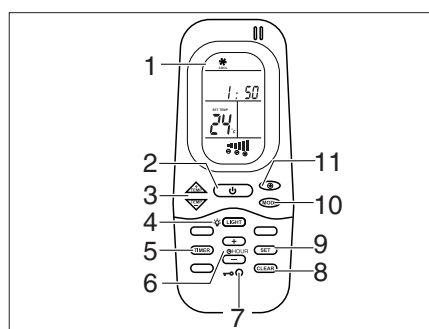
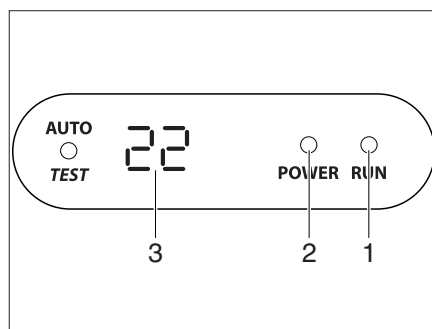

Fig. 118 Telecomando
Fig. 119 Display sul diffusore
L'impianto di climatizzazione si trova sul tetto del veicolo. Il telecomando (Fig. 118) dell'impianto di climatizzazione si trova nell zona cucina.
- Collegare il veicolo all'alimentazione a 230 V. L'impianto di climatizzazione è pronto a funzionare. Il LED (Fig. 119,2) sul display del diffusore si accende in rosso.
- Per attivare, premere il tasto di accensione/spegnimento (Fig. 118,2) del telecomando. Il LED (Fig. 119,1) è acceso in verde quando l'impianto di climatizzazione funziona in modalità di raffreddamento. Il LED (Fig. 119,1) è acceso in rosso quando l'impianto di climatizzazione funziona in modalità di riscaldamento.
- Impostare la modalità di funzionamento desiderata con il tasto MODE (Fig. 118,10).
- Se necessario, con il tasto (Fig. 118,11) impostare il livello della ventola e con i tasti (Fig. 118,3) la temperatura ambiente desiderata.
- Per disattivare, premere di nuovo il tasto di accensione/spegnimento (Fig. 118,2) del telecomando.
- Per la programmazione, accendere l'impianto di climatizzazione con il tasto di accensione/spegnimento (Fig. 118,2) del telecomando.
- Premere il tasto TIMER (Fig. 118,5). L'indicatore ON dell'ora di avvio si attiva.
- Con i tasti TEMP (+/-) (Fig. 118,3) impostare l'ora.
- Premere di nuovo il tasto TIMER (Fig. 118,5). L'indicatore OFF dell'ora di avvio si attiva.
- Premere di nuovo il tasto TIMER (Fig. 118,5).
- Al termine dell'impostazione premere il tasto SET (Fig. 118,9).
- Per cancellare la programmazione del timer, premere il tasto CLEAR (Fig. 118,8).